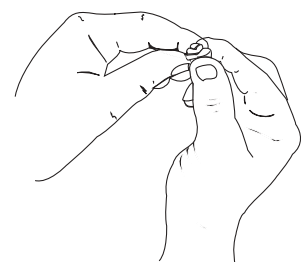

Figure 47
5. Pressez le filtre pour répartir et drainer l'excédent d'huile (Fig. 47).